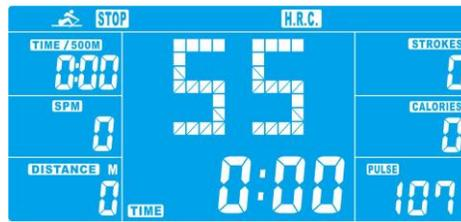

Abbildung 7
- 6.3 UP oder DOWN drücken, um 55 %, 75 %, 90 % und Ziel (Abbildung 7) auszuwählen.